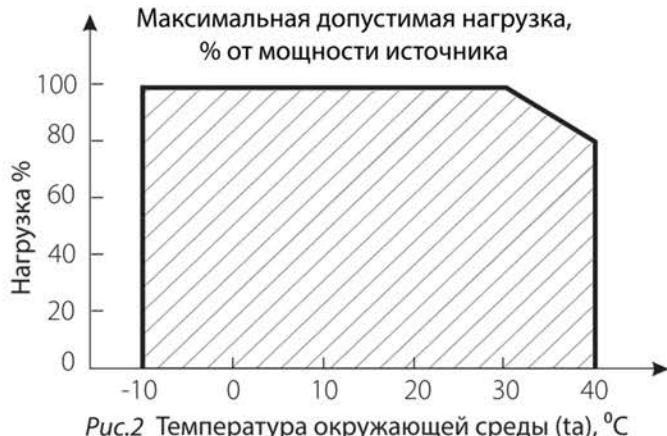

Рис.2 Температура окружающей среды (ta), °C
- 3.3. Не нагружайте источник питания более 80% от его максимальной мощности. Учитывайте, что с повышением температуры окружающей среды, максимальная мощность источника питания снижается, см. график зависимости на Рис.2.